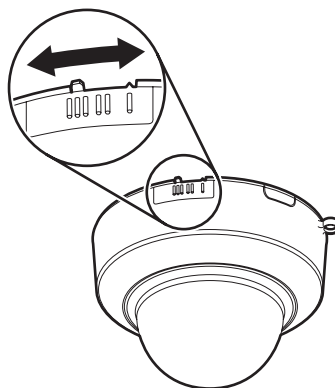

图 5. 调整外壳标记
- b. 逆时针旋转外壳，将标记对准外壳的[]处，拆下外壳。（请参见图5）